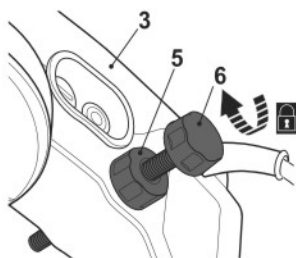

Fig. 3
- > Aperte o parafuso de batente de profundidade (6) com o retentor de batente de profundidade (5) através da caixa do motor (3) (Fig. 3).